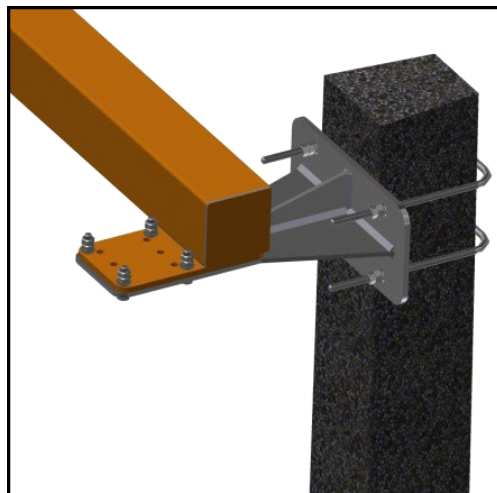

рис. 30
4. По месту просверлить отверстия под анкера M12 и закрепить нижнюю опору столба (рис. 30).